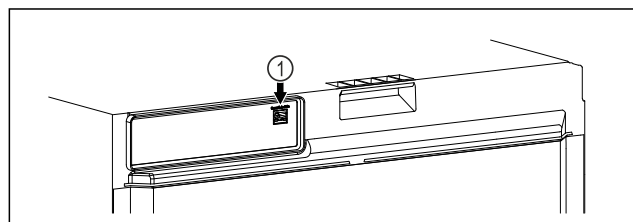

Fig. 109
- SmartModule Fig. 109 (1) on asetettu paikoilleen.